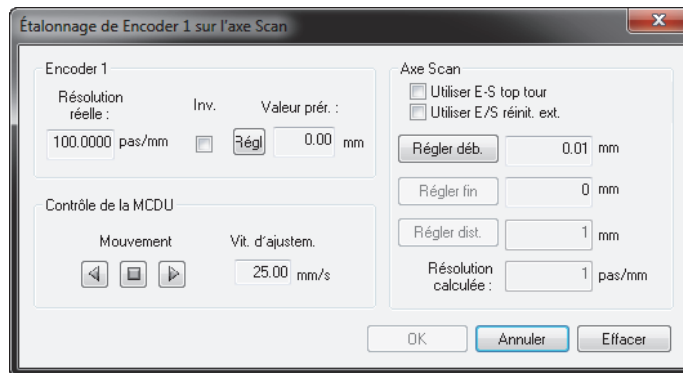

Figure 5-15 Boîte de dialogue **Étalonnage du codeur 1** sur l'axe de balayage
4. Pendant que la boîte de dialogue **Étalonnage du codeur** est ouverte (voir l'exemple illustré dans la Figure 5-15 à la page 181), faites ce qui suit :